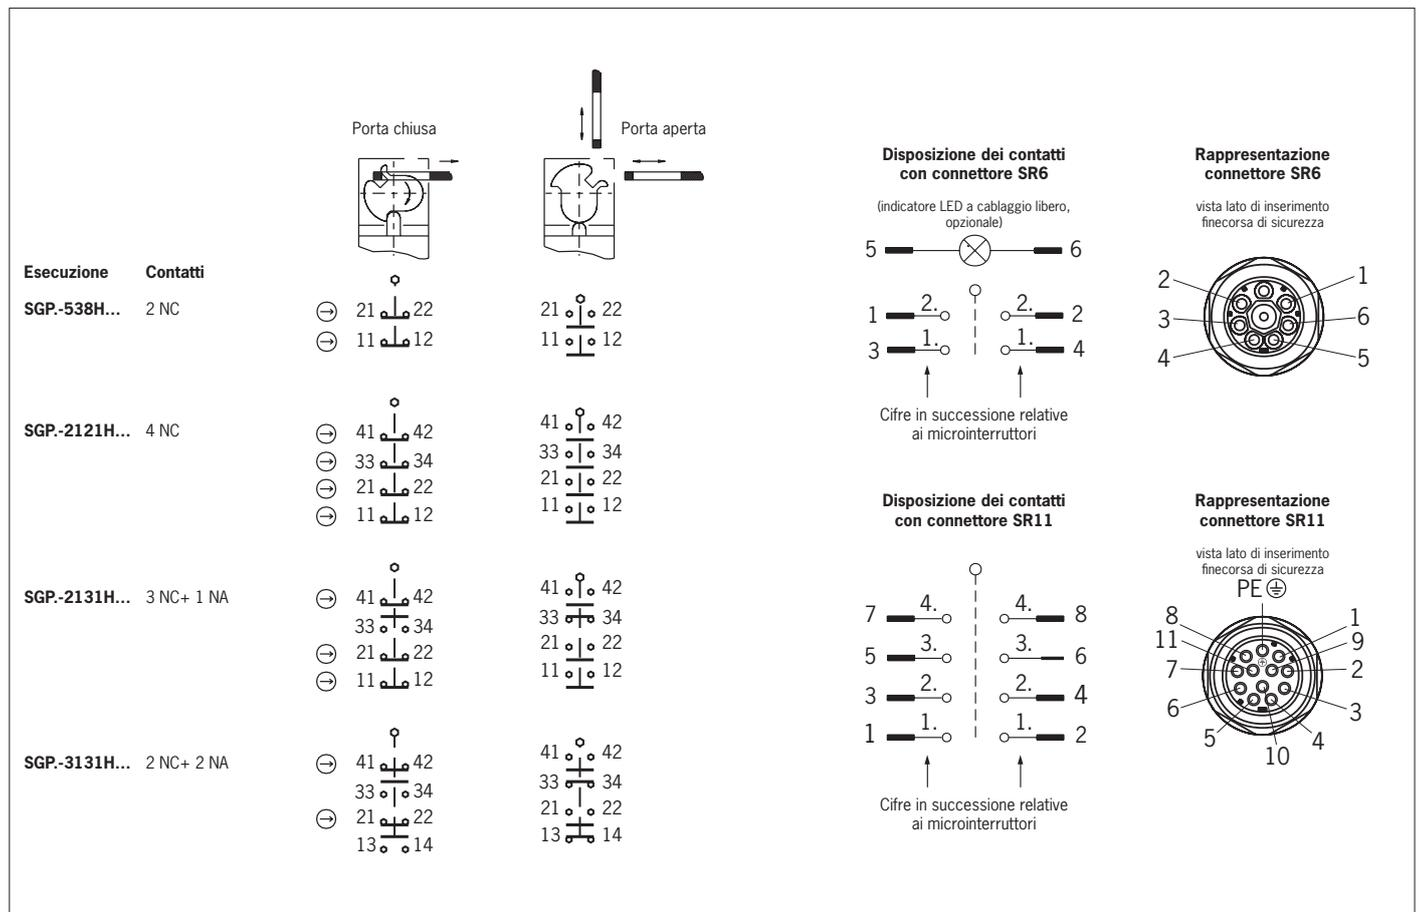

Fig. 2: Microinterruttori e commutazioni
Occorre utilizzare almeno un contatto  $\omin�$ . Questo segnala la posizione del riparo (per la disposizione dei contatti vedere Fig. 2).
3. Collegare e serrare i morsetti con una coppia di 0,5 Nm (per la disposizione dei contatti vedere Fig. 2).